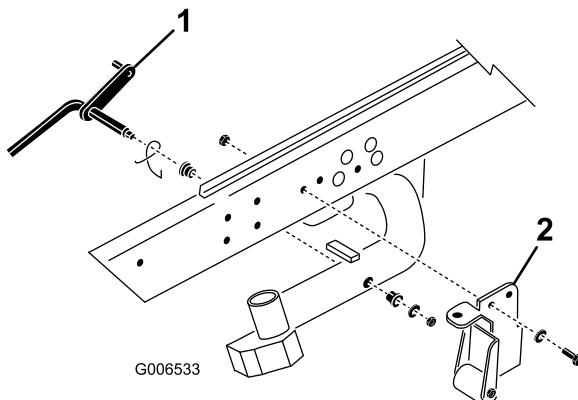

Figura 3
1. Rimuovete il dado di bloccaggio e la rondella che fissano l'asta orientabile al braccio di sollevamento n° 2 (Figura 3). Rimuovete l'asta orientabile e la molla dal braccio di sollevamento. Ripetete la procedura per i bracci di sollevamento n° 1 e n° 3.
**Nota:** La staffa di supporto ribaltamento con rullo e le staffe di supporto ribaltamento non sono necessarie durante l'utilizzo degli apparati di taglio con regolazione su due punti (DPA) (Figura 3).